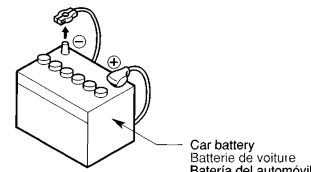

Figure 1 / Figure 1 / Figura 1
- 3 Be sure to disconnect the battery "(-)" terminal before starting. This is to prevent short circuits during installation (Figure 1)
- 3 S'assurer de débrancher la borne "(-)" de la batterie avant de commencer. Cela évitera les court-circuits pendant l'installation (Figure 1)